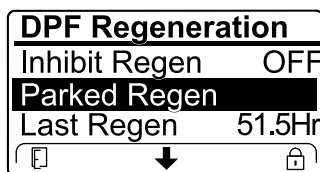

Figure 76
- Si le calculateur moteur demande une régénération d'urgence ou est en train d'en exécuter une, et que vous naviguez jusqu'à l'option PARKED REGEN (régén. en stationnement), la régénération en stationnement se bloque et l'icône de blocage (Figure 76) apparaît en bas à droite de l'InfoCenter.